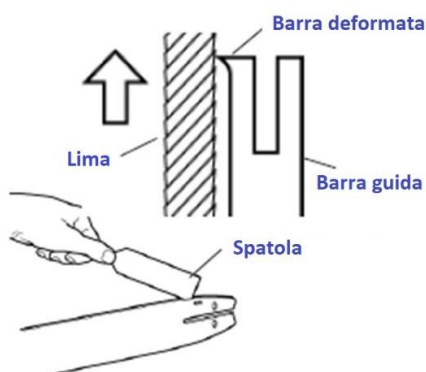

Fig. 4a
- Rimuovere la barra di guida (8) dalla motosega, pulire la superficie e la scanalatura da eventuali detriti o polvere.
- Rimuovere eventuali sbavature dai lati della barra di guida con una lima piatta e pulire la scanalatura con una spatola, vedere Fig. 4a.